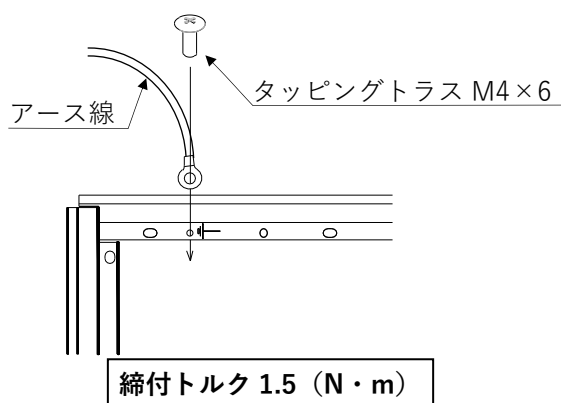
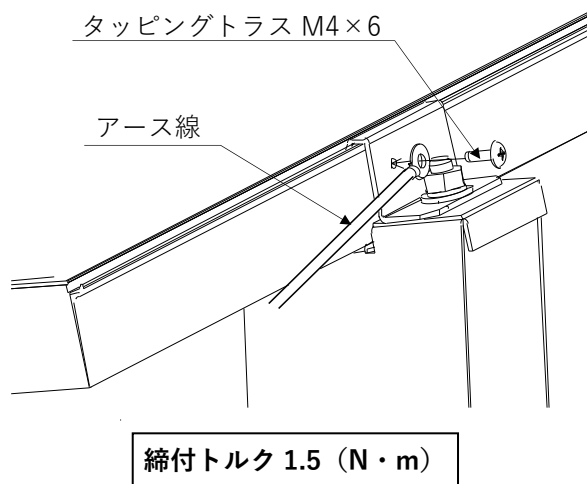

図 4-1. モジュール枠での架台のアース接続
図 4-4. 折板屋根での架台のアース接続例
- ④ 一番棟側で、モジュール押え金具にタッピングトラス M4×6 でアース接続してください（図 4-4 参照）。なお、モジュール E 枠のアース用ボルト穴を使ってアース接続することもできます（図 4-1 参照）。